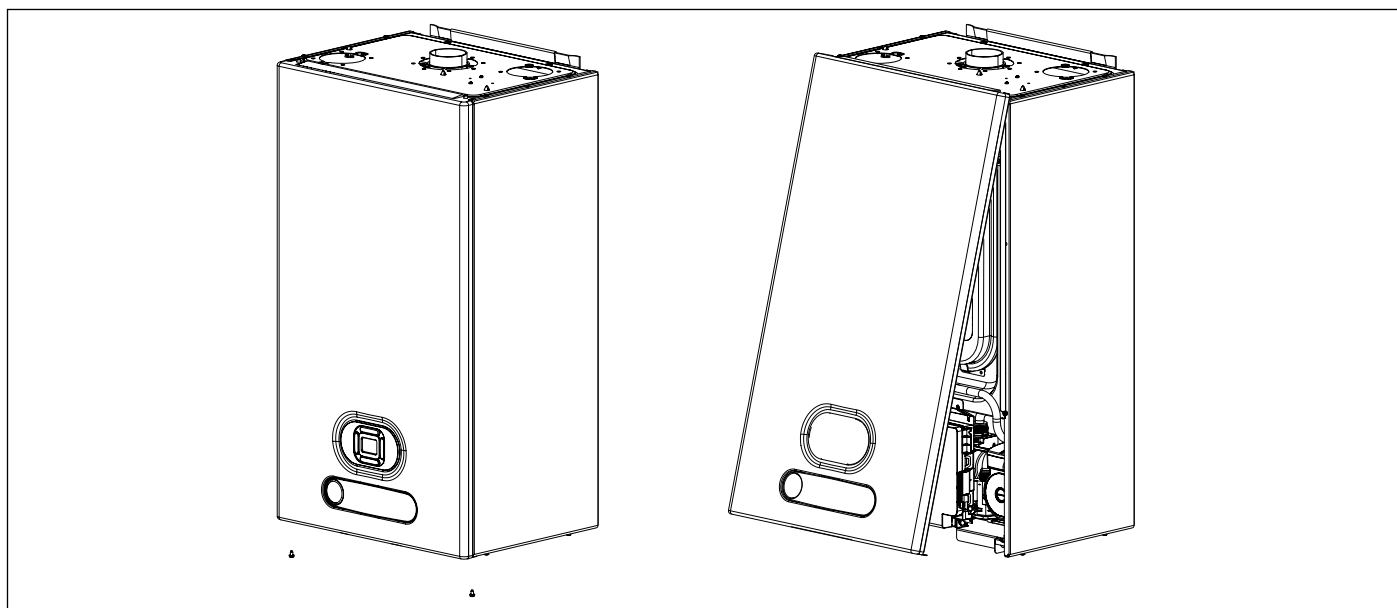

Fig. 23 Ouverture corps frontal
- Enlever le panneau frontal extérieur de la chaudière (voir Fig. 23 Ouverture corps frontal).